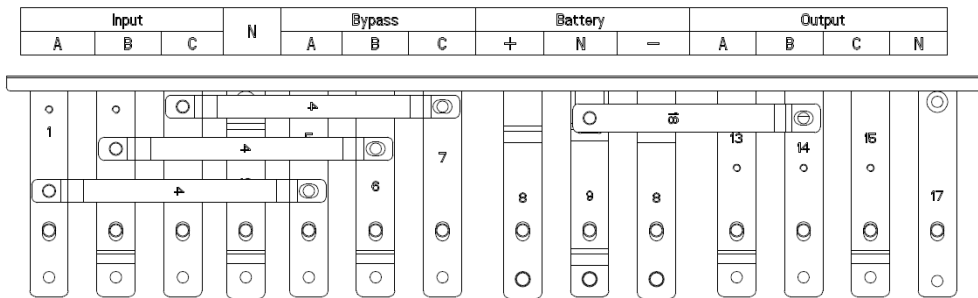
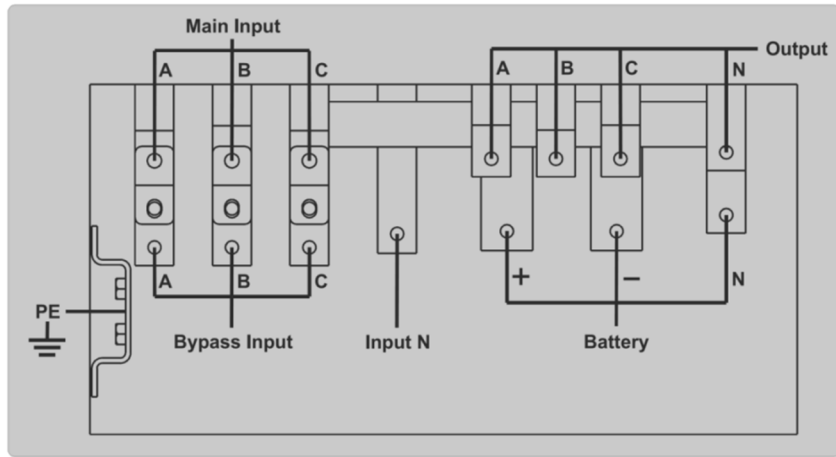
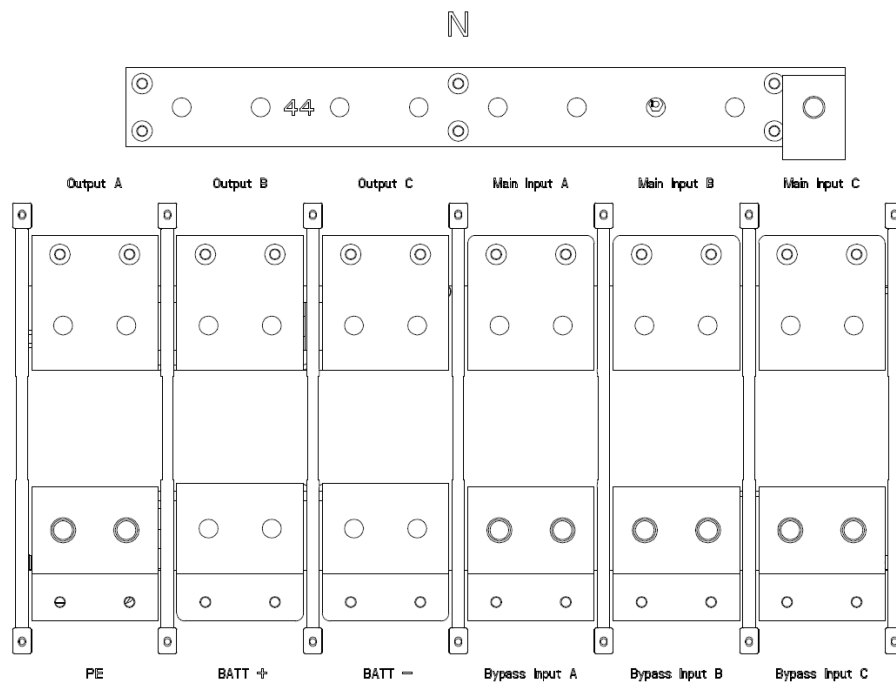

Figure 2-15 VGDII-80K33/100K33 UPS connection terminals
Figure 2-16 VGDII-150K33/200K33 UPS connection terminals
Figure 2-17 VGDII-200K33/250K33 UPS connection terminals
- 2) Open the door of the cabinet (the front door for VGDII-80K33/100K33/150K33/200K33 UPS; the back door for VGDII-250K33/300K33/400K33/500K33 UPS), remove the metal or plastic cover. The input and output terminal, battery terminal and protective earth terminal are shown in Figure 2-15, Figure 2-16 and Figure 2-17.